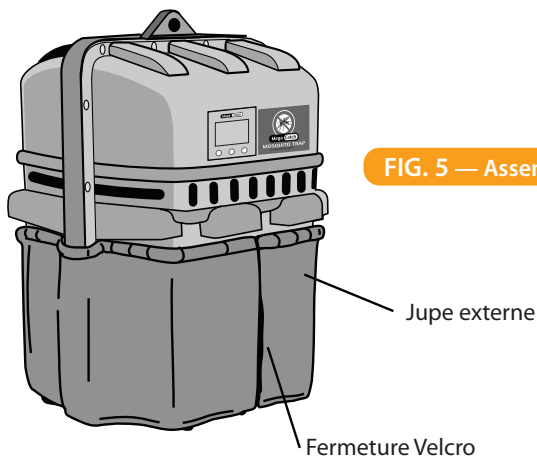

FIG. 5 — Assemblage de la jupe externe
3. Lorsque la jupe est bien placée, la bande élastique repose sur la nervure horizontale inférieure, juste au-dessous des trous d'admission (voir la figure 5). L'ouverture de la jupe devrait être située à l'avant du piège, de façon à faciliter le retrait de la porte sans enlever la jupe. La fermeture Velcro de cette ouverture devrait être fermée lorsque le piège est en marche.